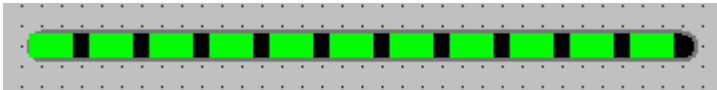

图 3-12
5、全部保存，切换到运行画面。修改文本的值，可以看到管道中水流的效果，如下图 3-12：